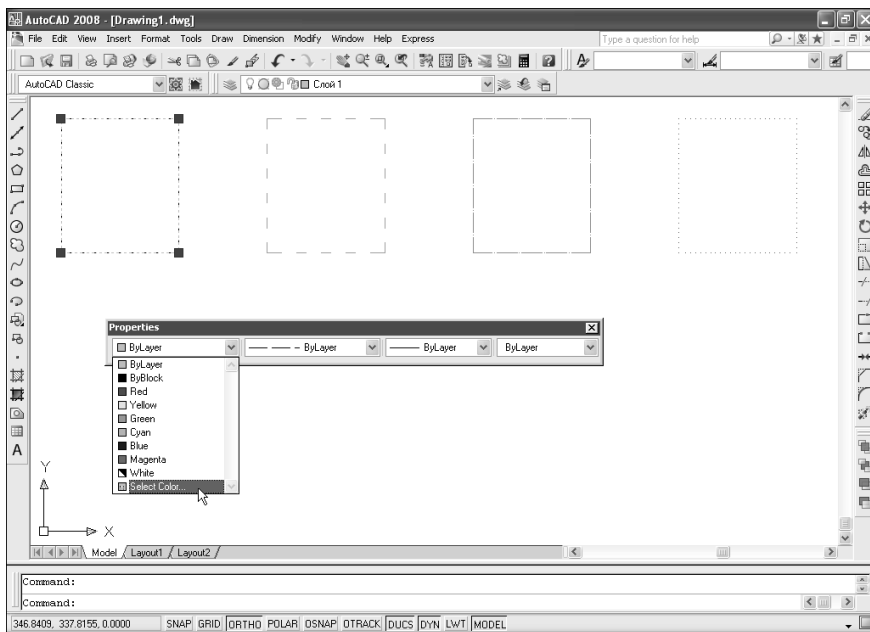

Рис. 6.6. Назначение объекту нового цвета
2. Из списка цветов панели инструментов **Properties** (рис. 6.6) выберите новый цвет.